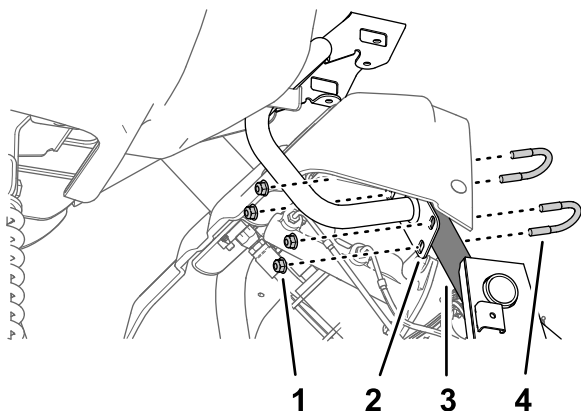

Figura 164
3. Montate la piastra del supporto del monitor sul tubo di supporto dello chassis della macchina (Figura 164) con i 2 bulloni a U e i 4 dadi di bloccaggio (5/16").